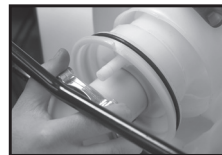

Figure 3a
7. Après l'avoir libéré, tout l'assemblage de la pompe peut être retiré en le faisant passer à travers l'armature de base (fig. 3a et 3b). L'arbre de la pompe peut être retiré pour faciliter le démontage de la pompe.